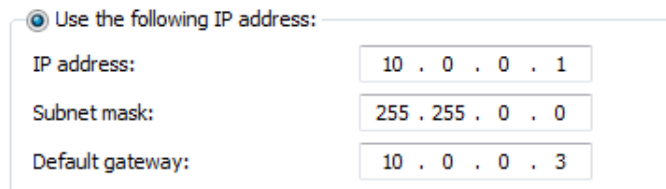

Abbildung 15 Dialogfeld Internetprotokoll Version 4 - Verwenden Sie folgende IP-Adresse
- f Wählen Sie im Dialogfeld auf der Registerkarte General (Allgemein) die Option **Use the following IP address** (Folgende IP-Adresse verwenden:) und legen Sie die Werte für die IP-Adresse, die Subnetzmaske und das Standard-Gateway wie in **Abbildung 15** dargestellt fest. Klicken Sie zum Schließen des Dialogfelds auf **OK**.